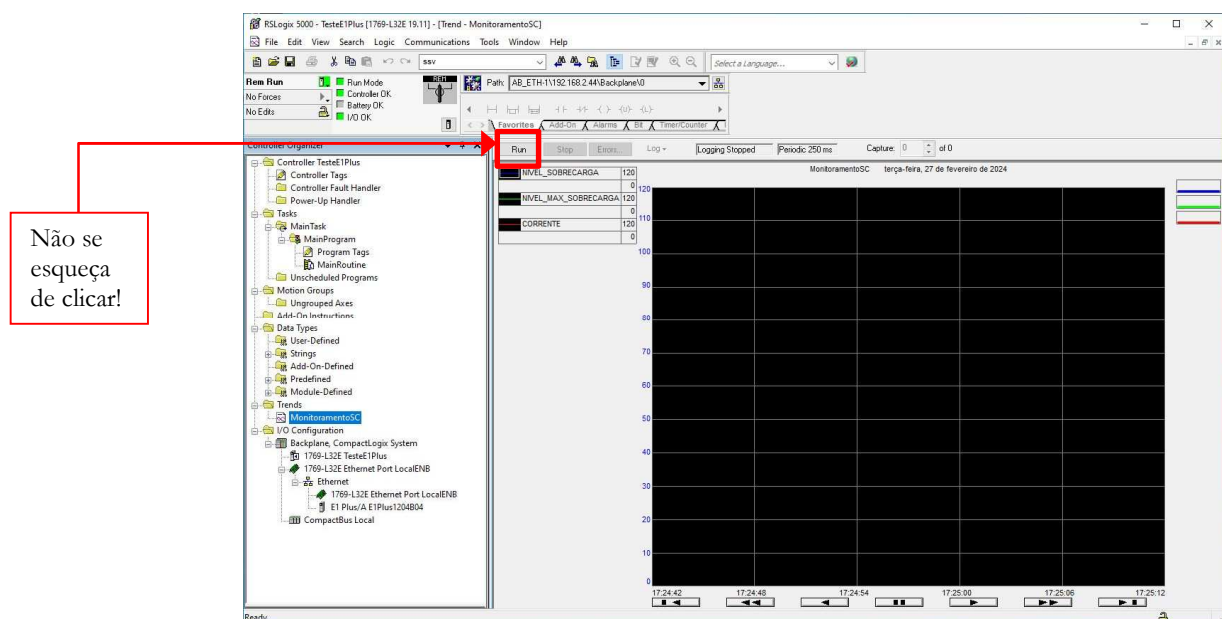

Figura 10 – Gráfico de tendência instantânea com variáveis monitoradas do E1 Plus.
- 4.3. Em seguida clique no item “Trend” (figura 10) para visualizar o gráfico de tendência. Neste gráfico, clique no botão Run para ativar a coleta de dados para o gráfico.